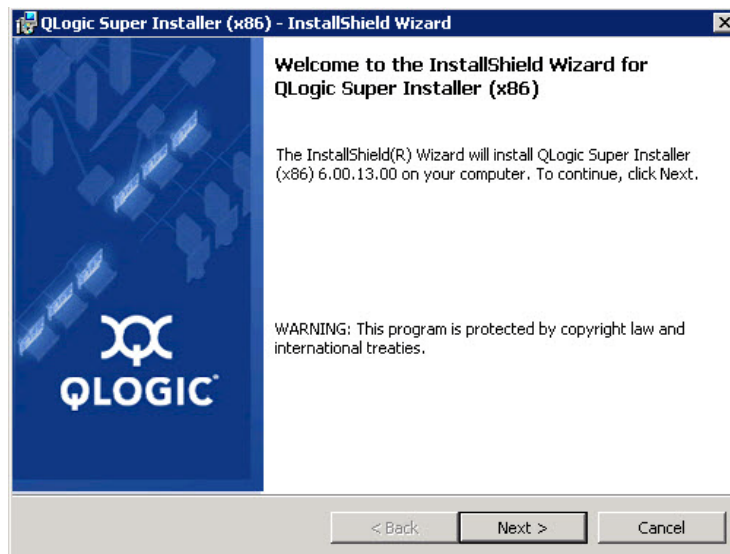

Ilustración 2-2. Asistente QLogic InstallShield: ventana de bienvenida
3. En la ventana de bienvenida del superinstalador de QLogic: Asistente InstallShield® (Ilustración 2-2), haga clic en **Next** (Siguiente).